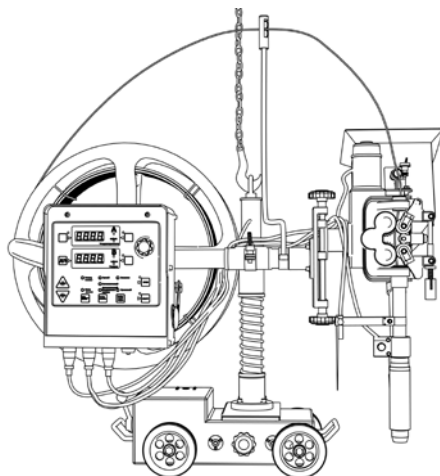

Рис. 8.11. Схема строповки сварочного трактора.
- Для транспортировки трактора предусмотрено строповочное кольцо (См. рис. 8.11).